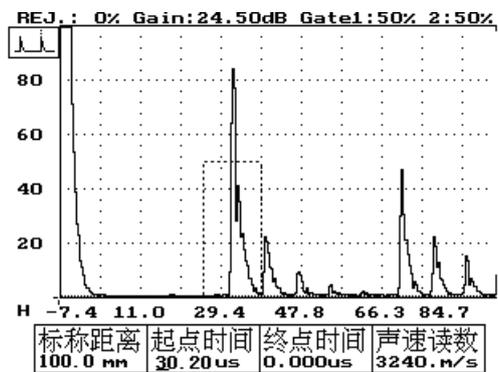

图 18-10
- 1 1、 按进入键——推出声速校准的起点时间测试状态，同时在“起点时间”参数下有一“—”光标，提示用户是否对起点时间参数进行修改。如图 18-10 所示。